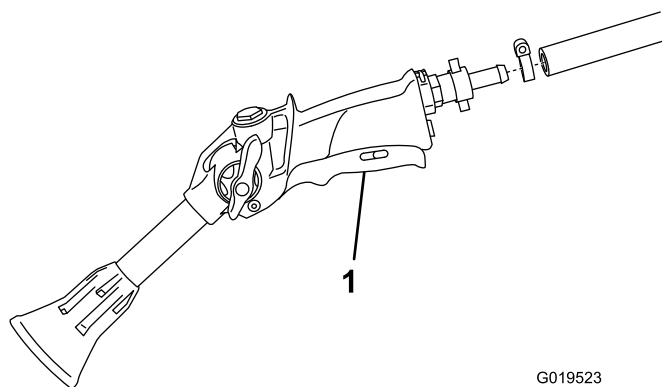

Figura 6
1. Collegate l'estremità libera del flessibile della pistola a spruzzo al raccordo sulla pistola stessa (Figura 6).